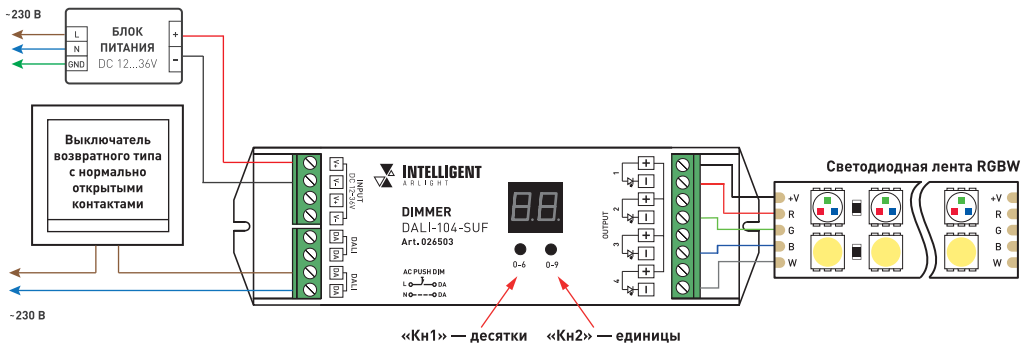

Рисунок 1. Схема подключения диммера с управлением Push Dim
- 3.3. Подключите светодиодную ленту или другой совместимый светодиодный источник света к выходу SEC диммера, соблюдая полярность и порядок подключения проводов (рис. 1).